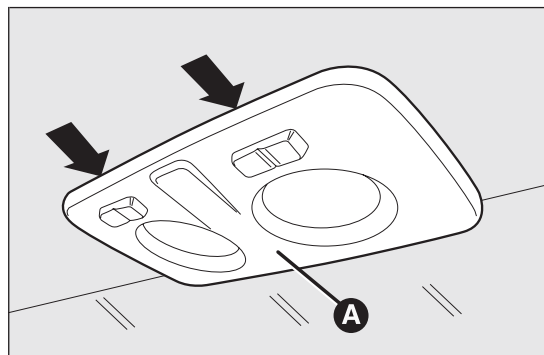
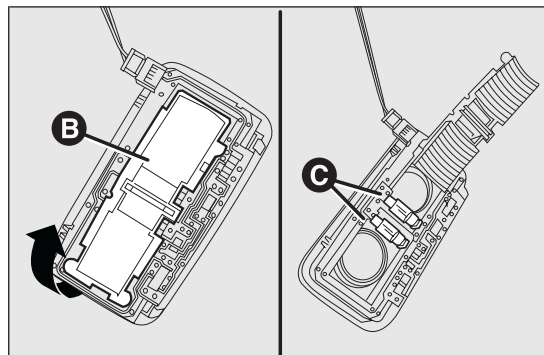

fig. 159
fig. 160
- ☐ agire nei punti indicati dalle frecce e rimuovere la plafoniera A fig. 159;
- ☐ aprire lo sportellino di protezione B fig. 160;
- ☐ richiudere lo sportellino B fig. 160 e fissare la plafoniera A fig. 159 nel proprio alloggiamento accertandosi dell'avvenuto bloccaggio.